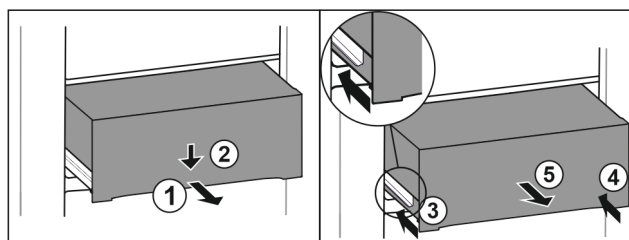

Fig. 139
- ▶ Izvucite ladicu na pola. Fig. 139 (1)
- ▶ Pritisnite ladicu naprijed prema dolje. Fig. 139 (2)
- ▶ Gurnite lijevu vodilicu za oko 2 cm. Fig. 139 (3)
- ▶ Gurnite desnu vodilicu za oko 2 cm. Fig. 139 (4)
- ▶ Izvadite ladicu prema naprijed. Fig. 139 (5)